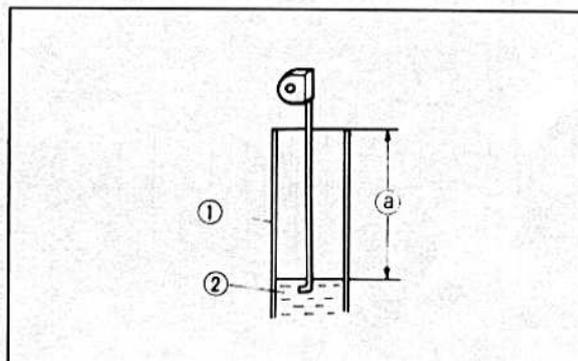

Bild 337
- In das Gabelrohr 535 cm³ Gabelöl SAE 10W einfüllen. Nach dem Füllen das Gabelbein langsam zusammendrücken, um das Öl zu verteilen. Der Ölstand im vollständig zusammengedrückten Gabelbein muss ab Oberkante 116 mm betragen (Bild 337).